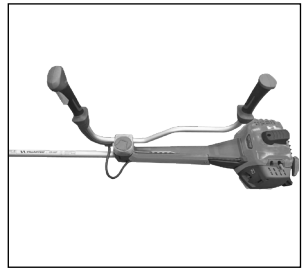

Рис. 6
5. При необходимости рукоятку управления можно установить в транспортировочное положение – вдоль штанги (выкрутить фиксатор, повернуть держатель рукоятки на 180°, закрутить фиксатор. (Рис. 6)